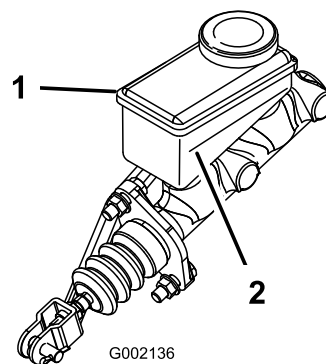

**Figura 91**
4. Sollevate il cofano per avere accesso al cilindro del freno principale e al serbatoio (Figura 91).
- A. Pulite l'area intorno al tappo del serbatoio e togliete il tappo (Figura 91).
- C. Montate il tappo sul serbatoio (Figura 91).